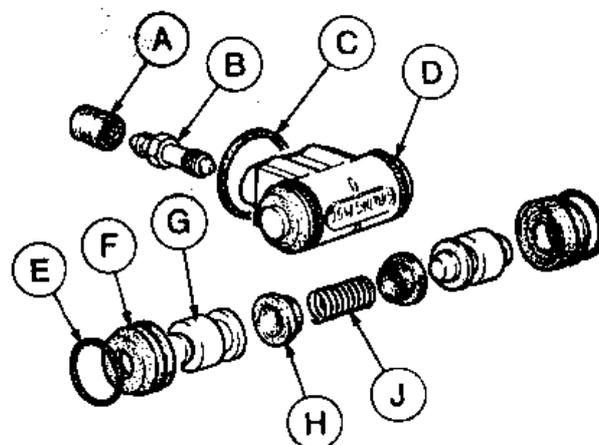

Рис.9.21. Задний колесный цилиндр (Разд.10)
8. При помощи только рук снимите манжеты с обоих поршней, заметив, какой стороной они установлены (Рис.9.21). Не пользуйтесь металлической отверткой, так как ей можно поцарапать поршень.
11. Старые резиновые манжеты будут, вероятно, иметь вздутия и видимые следы износа. Смажьте новые манжеты тормозной жидкостью и установите на поршни, убедившись, что они правильно установлены и выемка манжеты примыкает к выступу в задней части поршня (Рис.9.21).